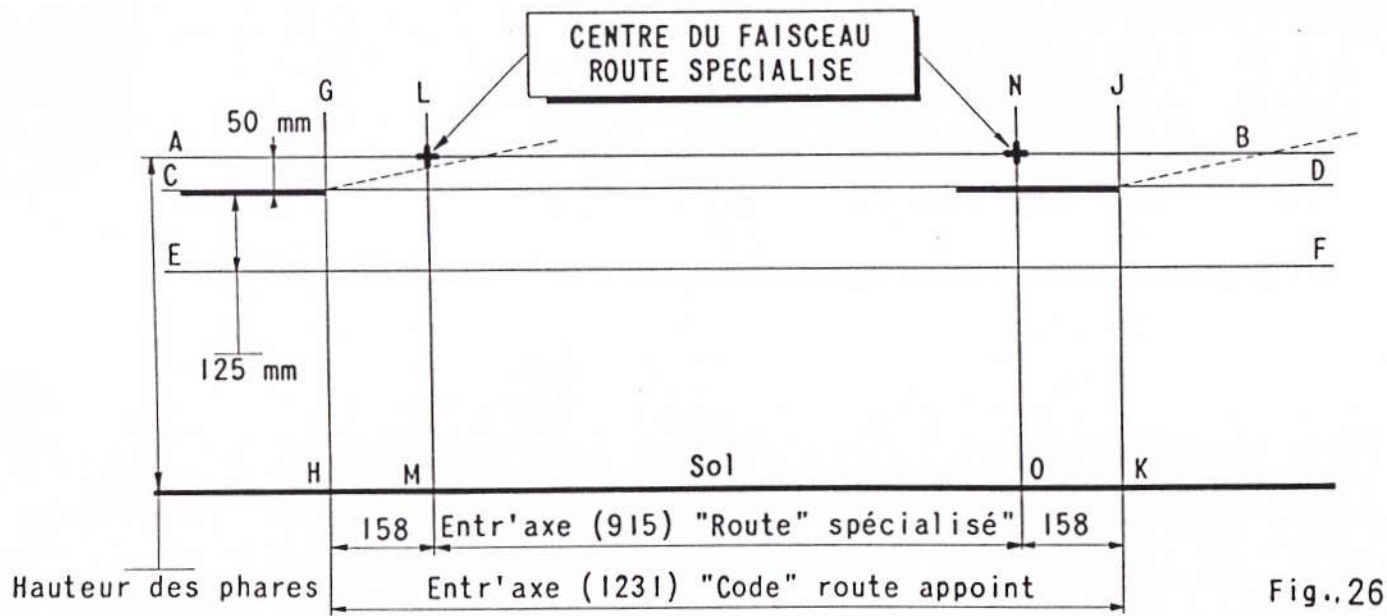

Fig..26
REGLAGE des PROJECTEURS SUR UN MUR (Fig. 26)
- 6) Tracer dans l'axe des deux projecteurs « code » deux verticales G-H et J-K à 158 mm de chaque côté des verticales « route » (entr'axe 1231 mm Fig. 26).